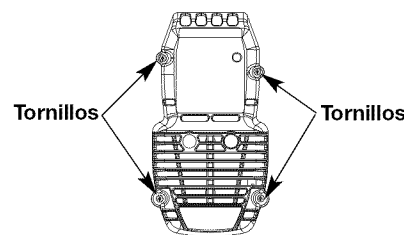

Fig. 13
1. Saque los cuatro (4) tornillos que sostienen la cubierta del silenciador / filtro de aire (Fig. 13). Use un destornillador de vástago plano o de broca Torx N° T20.
6. Cambie el filtro de aire dentro de la tapa del filtro de aire / silenciador (Fig. 13).
2. Inserte los cuatro (4) tornillos en los orificios de la cubierta del silenciador / filtro de aire (Fig. 13) y ajústelos. No los ajuste demasiado.